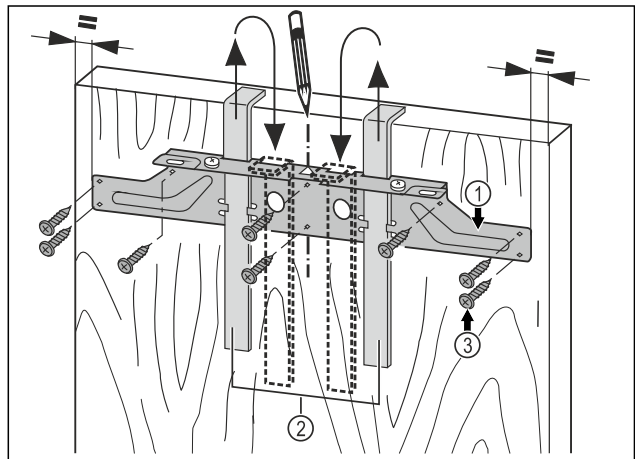

Fig. 44
- Befestigungstraverse Fig. 44 (1) mit den Montagehilfen Fig. 44 (2) auf die Innenseite der Möbeltür hängen.
- Befestigungstraverse Fig. 44 (1) mittig auf der Tür ausrichten.
- Die Befestigungstraverse Fig. 44 (1) mit mindestens 6 Schrauben Fig. 44 (3) festschrauben.
- Befestigungstraverse Fig. 44 (1) mit 4 Schrauben Fig. 44 (3) am Rand festschrauben.
- Montagehilfen Fig. 44 (2) nach oben herausziehen und in die danebenliegenden Aufnahmeöffnungen gedreht einschieben.